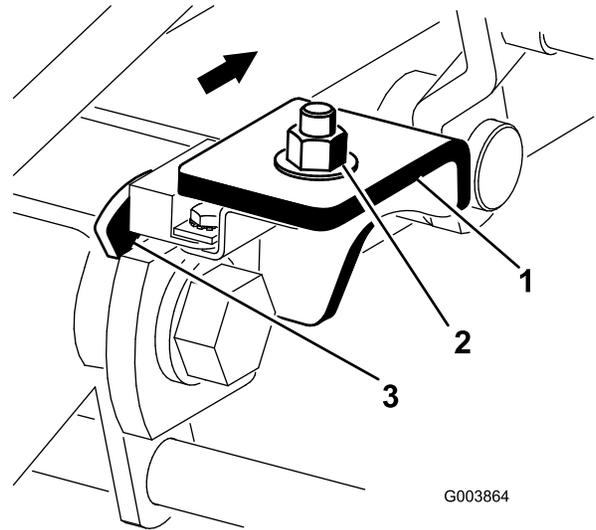

図 14
2. 昇降アームのスイッチのブラケットを4番昇降アーム (左前) に固定しているキャリッジ・ボルトのナット (図 14) をゆるめる。